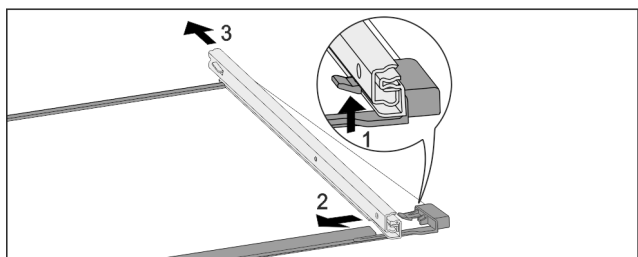

Fig. 180 Скляна пластина з рейками
- ▶ Натиснути передній гачок-фіксатор вгору. Fig. 180 (1)
- ▶ Виштовхніть виїзну рейку в сторону Fig. 180 (2) та назад Fig. 180 (3).